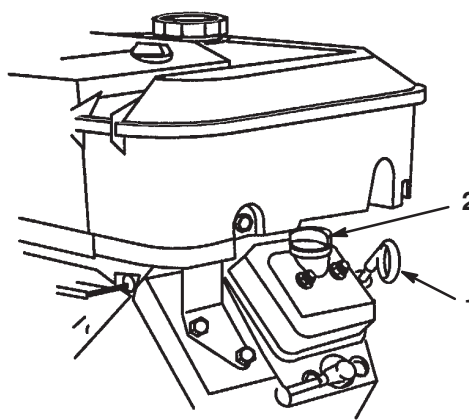

Bild 10
- Nehmen Sie den Peilstab heraus und wischen Sie ihn mit einem sauberen Lappen ab (Bild 10). Stecken Sie den Peilstab in das Rohr und stellen Sie sicher, dass er vollständig eingeführt ist. Nehmen Sie den Peilstab heraus und kontrollieren Sie den Ölstand.
- Entfernen Sie bei niedrigem Ölstand den Fülldeckel von der Ventilabdeckung (Bild 10) und gießen so viel Öl ein, dass der Ölstand die „Voll“-Marke am Peilstab erreicht; siehe „Warten des Motoröls“ auf Seite 26 für die korrekte Ölsorte und -viskosität. Gießen Sie Öl langsam ein und kontrollieren Sie den Ölstand häufiger während des Füllens. **Füllen Sie nicht zu viel ein.**